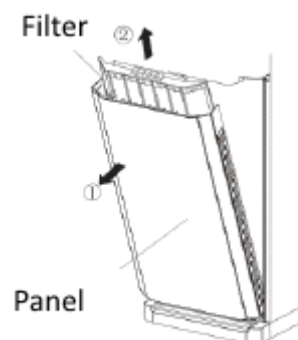

bild 2
2. Öppna luftintagspanelen. Öppna som det visas i bild 2 pil ①. Dra ut filtret i riktningen pil ②.